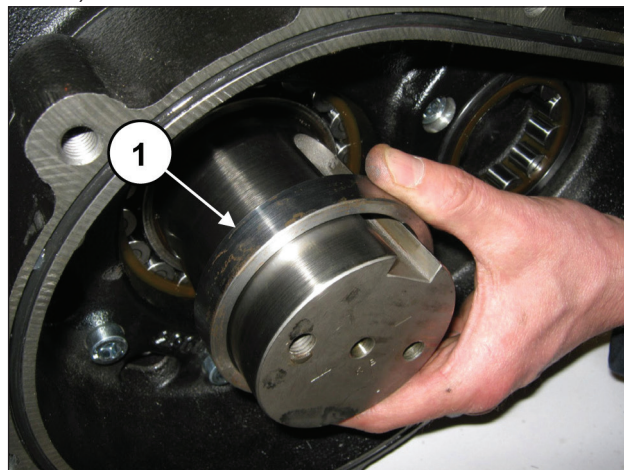

Рис. 16
Вытяните опорное кольцо зубчатого колеса (поз. ①, Рис. 16).